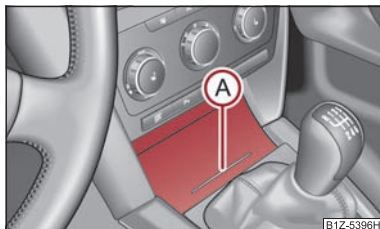

Fig. 92 Consola centrală față: Compartimentul de depozitare
- Apăsai în partea inferioară a capacului compartimentului, în zona (A) ⇒ fig. 92 - capacul se deschide.